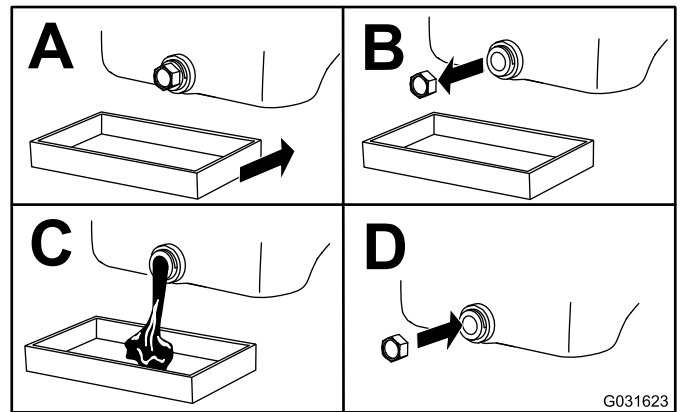

Figura 37
3. Cambiate l'olio motore (Figura 37).